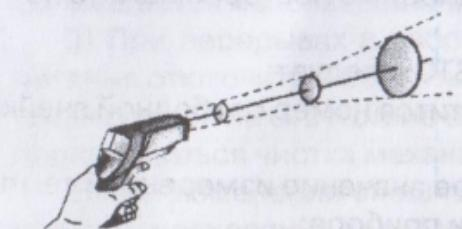
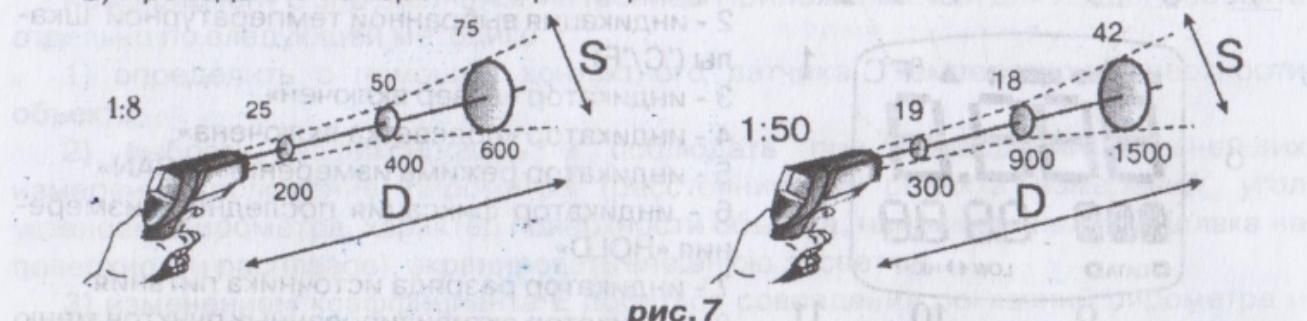

рис.6
рис.7
- для точного измерения температуры размеры объекта должны превышать размер пятна контроля прибора (рис.6). Диаграммы полей зрения пирометров приведены на рис. 7.